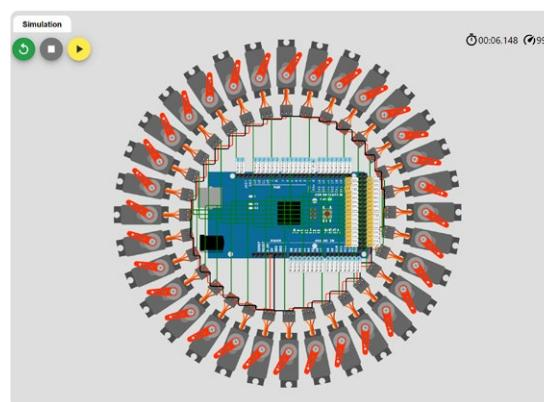
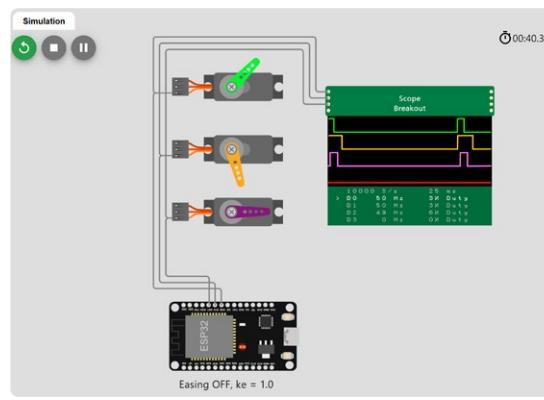

Figure 7. 32 servos dansants, pilotés par une carte Arduino Mega.
Figure 8. La puce Scope, montrant les signaux des servos en temps réel.
**Uri Shaked :** difficile de choisir, mais si je devais n'en retenir qu'un, ce serait 32 Servos Dancing [6], également visible sur la **figure 7**, qui est un Arduino Mega contrôlant 32 servos et animant leurs bras. C'est plutôt un projet artistique qu'utile et c'est ce que j'aime dedans. Le construire dans la vraie vie nécessiterait une alimentation puissante et de dépenser quelques centaines d'euros en pièces détachées, mais, dans le simulateur, c'est une évidence. Il suffit de cliquer sur Play pour le voir à l'œuvre. Pour pimenter les choses, même le diagramme de ce projet a été généré par le code Arduino. Jetez un coup d'œil à la fonction `GenerateDiagram()`, qui utilise des fonctions trigonométriques pour placer les servos. Elle imprime un fichier JSON, que vous pouvez ensuite coller dans `diagram.json` dans votre projet Wokwi, fourniant à la fois le circuit et sa représentation visuelle. C'est ce que j'appelle de l'ingénierie innovante ! En parlant de créativité des utilisateurs : Wokwi fournit une *Custom Chips API* [7], vous permettant de coder de nouveaux modèles de simulation pour des pièces qui n'existent pas encore dans Wokwi. L'API fournit une interface `framebuffer`, qui vous permet de créer vos propres écrans (LCD, E-Paper, etc.). Ce que je n'avais pas prévu, c'est que les utilisateurs créeront leur propre oscilloscope en utilisant l'interface `framebuffer`, comme le montre la **figure 8**.